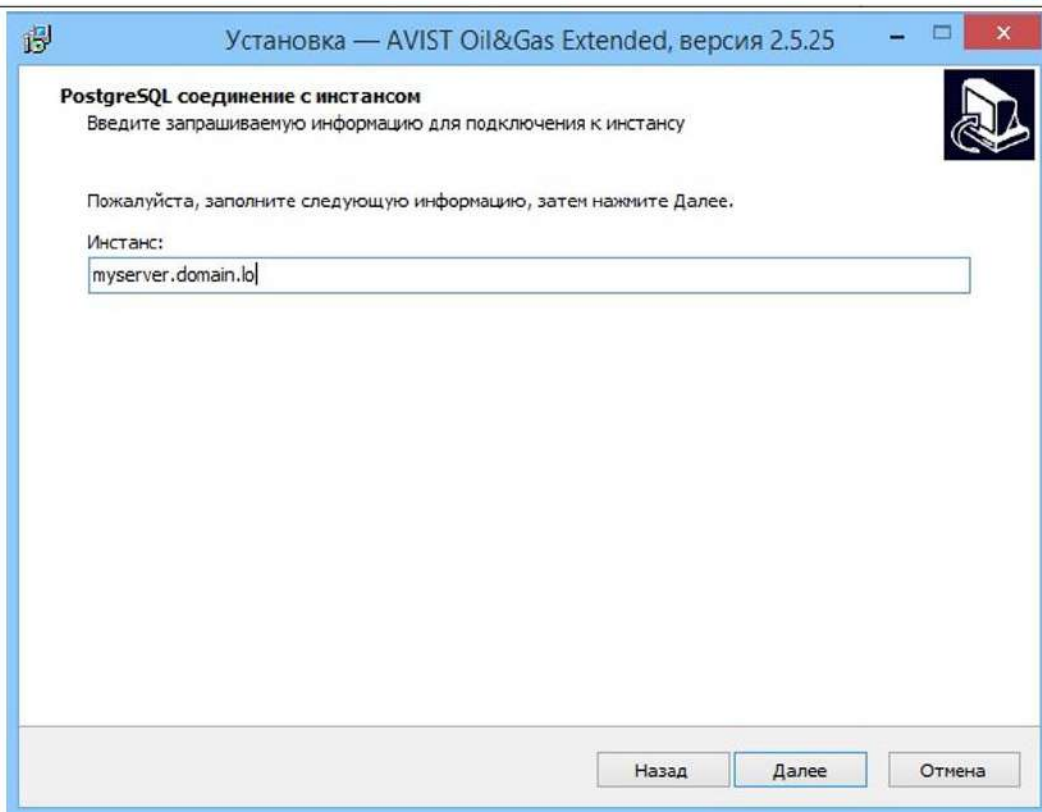

Рисунок 54 - Строка подключения к экземпляру Станции моделирования
- 9) Заполнить строку подключения к экземпляру Станции моделирования, нажать кнопку «Далее» (Рисунок 54).